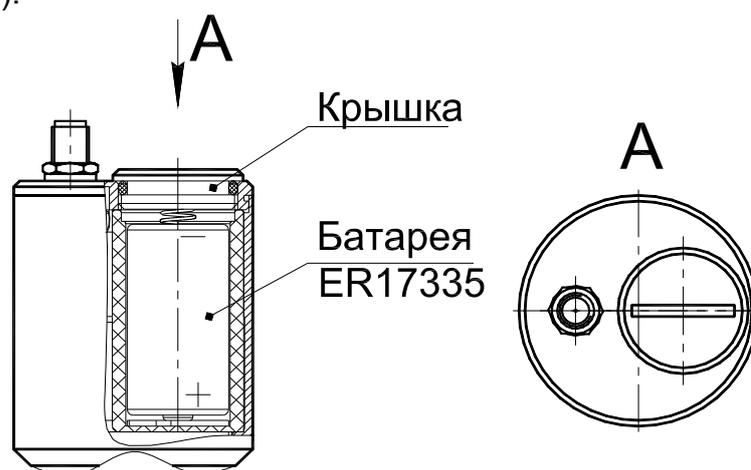

Рисунок 9
5.5.1 Откройте крышку, используя крупную отвертку с плоским шлицем (см. рисунок 9).
5.5.2 Извлеките батарею из корпуса измерителя вибрации TIK-WSV RB (см. рисунок 9).
5.5.3 Установите новую батарею ER17335 в корпус измерителя вибрации TIK-WSV RB, соблюдая полярность (см. рисунок 9).
5.5.4 Закройте крышку, используя крупную отвертку с плоским шлицем (см. рисунок 9).